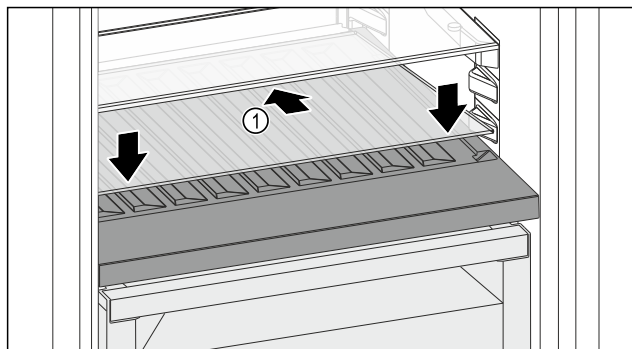

Fig. 126
- 向后下方倾斜放置玻璃隔板 Fig. 126 (1)。
- 放低玻璃隔板 Fig. 126 (1) 前部。